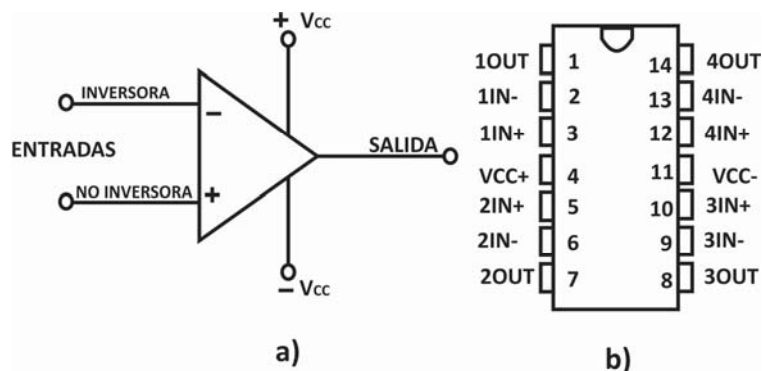

Figura 1 Amplificador Operacional a) Símbolo b) Encapsulado TL084
I.- Implementar un convertido de **corriente a voltaje pasivo** de la Figura 1 con I_i de 4 a 20mA, y con un factor de proporcionalidad R de 10 Ω y 22 Ω , determinar los valores de voltajes obtenidos.